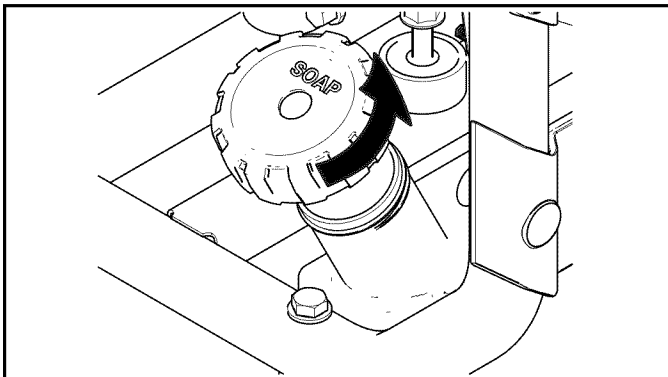

Figure 4-22. Réservoir à produits chimiques et couvercle
2. Enlevez le bouchon du réservoir à produits chimiques (Figure 4-22).